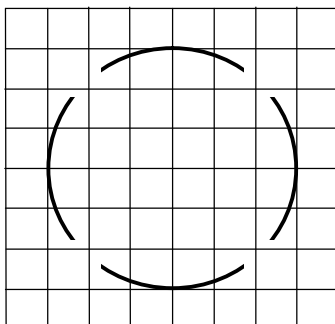

Рис. 5.
19. Определить частоту f исследуемого сигнала генератора, напряжением которого осуществляется круговая развертка. Напряжение генератора с образцовой частотой $f_0 = 1000 \text{ Гц}$ подано на модулятор яркости ЭЛТ. Осциллограмма, полученная на экране ЭЛТ, представлена на рис. 5.